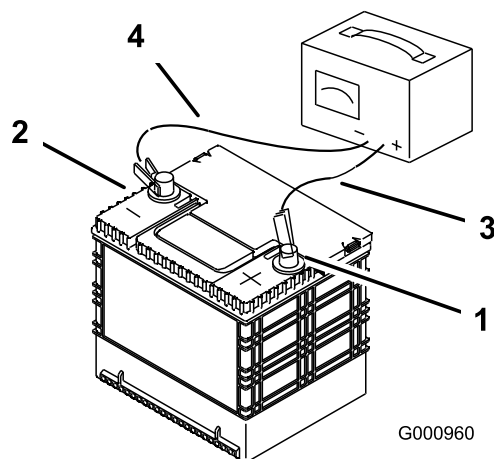

图52
3. 电池充满电之后把充电器从插座拔掉并把充电夹子线从电瓶电极上断开 图52。